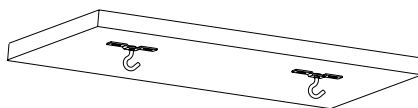

Fig. 11
2. Pour le montage sur une surface solide en pierre ou en béton, veuillez utiliser des chevilles résistantes (j) ou des chevilles en plastique (h). Déterminez la position appropriée pour le montage de la cheville à crochet ou de la plaque à crochet (f). Tracez une ligne droite pour installer les deux crochets dans le même alignement. (voir Fig. 11)